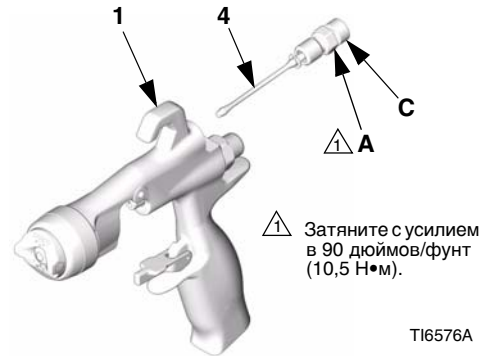

Рис. 35
2. Открутите уплотнительную гайку крана регулировки факела (А) с задней стороны корпуса пистолета (1). Выдвиньте кран регулировки факела (4) из корпуса пистолета. Смотрите Рис. 35.
3. Перед установкой поверните клапан регулировки струи (С) нового крана (4) полностью против часовой стрелки, чтобы предотвратить повреждение седла (5с†). Установите новый кран в корпус пистолета (1). Закрутите уплотнительную гайку (А) на корпусе пистолета с усилием 90 дюймов/фунт (10,5 Н•м).